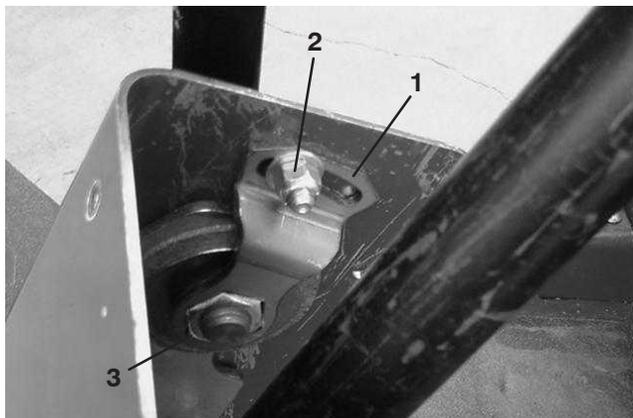

Figure 62
2. Remontez le couvercle sur l'arbre de direction pour exposer le support de pivot (Fig. 62).
3. Desserrez le petit écrou et tournez le support de pivot jusqu'à ce qu'il serre le gros écrou situé dessous (Fig. 62). Resserrez le petit écrou.